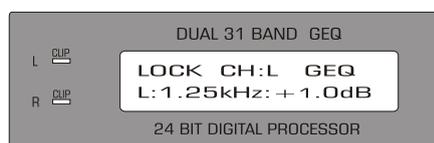

Figura 8: Bloqueo
7. En el menú principal, presione 7 durante 3 segundos, todas las teclas de función serán bloqueadas como en la figura 8, otra presión de la tecla 7 durante 3 segundos, cancelará el bloqueo y la pantalla regresará al menú principal. Nota: La comunicación MIDI no es permitida en modo bloqueo)